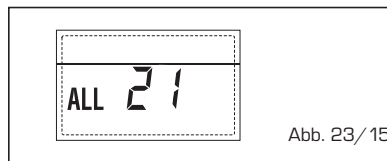

Abb. 23/15
- EINGREIFEN DES SICHERHEITSTHERMOSTATS ZWEITER MISCHBEREICH "ALL 22" (Abb. 23/16)